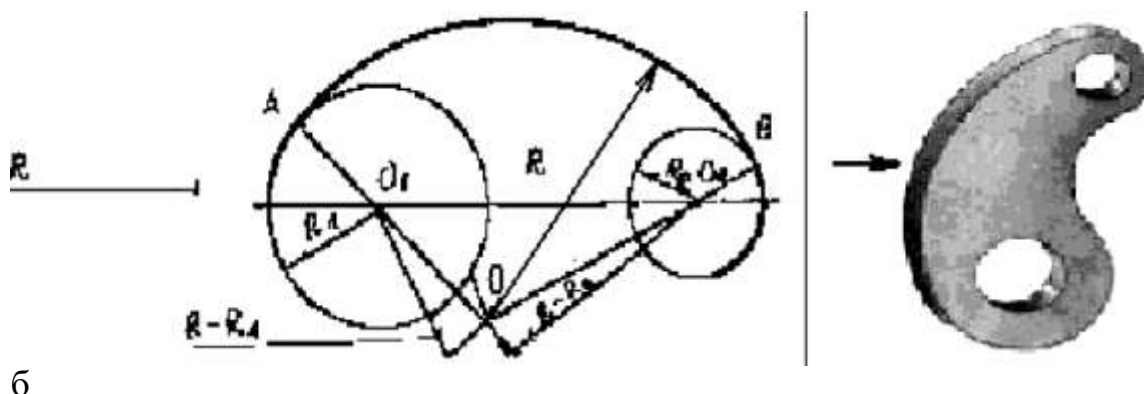

Рис. 32. Внутреннее сопряжение: а - построение сопряжения; б - деталь (практическое применение сопряжения)
3. При внутреннем сопряжении (рис. 32) центр сопряжения  $O$  определяется в точке пересечения вспомогательных дуг радиусов  $R-R_1$  и  $R-R_2$ , которые проводятся соответственно из центров  $O_1$  и  $O_2$ . Точки сопряжения  $A$  и  $B$  лежат на пересечении продолжений прямых  $OO_1$  и  $OO_2$  с окружностями. Радиусом  $R$  проводят дугу сопряжения между точками  $A$  и  $B$ .